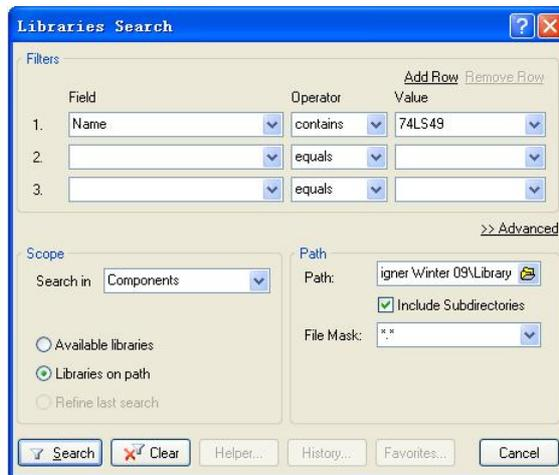

图 7-4 “库搜索”对话框
(2) 在 Libraries 面板中单击 Search 按钮，或选择 Tools → Find Component 命令，将打开 Libraries Search 对话框，如图 7-4 所示。
(3) 对于本例必须确认在 Scope 设置中，Search in 选择为 Components（对于库搜索存在不同的情况，使用不同的选项）。必须确保 Scope 设置中，选择 Libraries on path 单选按钮，并且 Path 包含了正确的连接到库的路径。如果用户接受安装过程中的默认目录，路径中会显示 C:\Program Files\Altium Designer Winter 09\Library\。可以通过单击文件浏览按钮来改变库文件夹的路径。还需要确保已经选中 Include Subdirectories 复选框。
(4) 我们想查找所有与 74LS49 有关的元件，所以在 Filters 的 Field 列的第 1 行选 Name，Operator 列选 Contains，Value 列输入 74LS49，如图 7-4 所示。